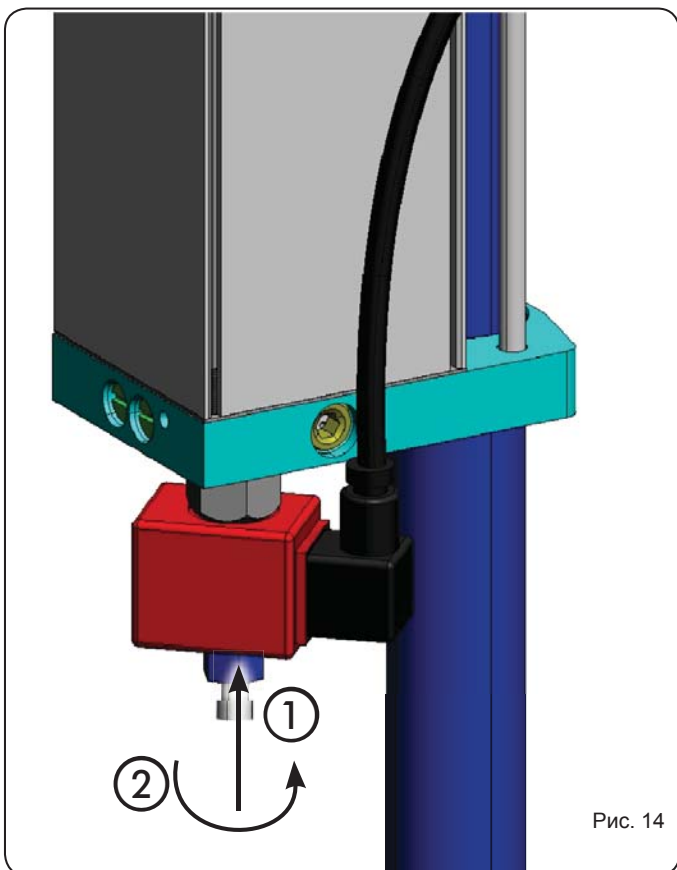

Рис. 14
- 2.Полностью нажмите на штырек в смотровом отверстии соленоидного клапана (рис.14, обозначение (1)).
- 3.Поверните штырек до упора, как показано на рисунке (рис.14, обозначение (2)).